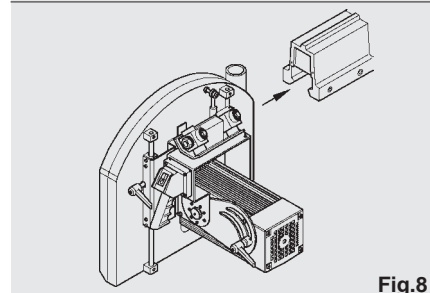

Fig.8
- Enheden slæde-gaffel-motor sættes ind i føringen. Herunder er det vigtigt at undgå stød som kan ændre kuglelejrernes indstilling (se fig. 8). Enheden er allerede kontrolleret af vor kvalitets-afdeling.